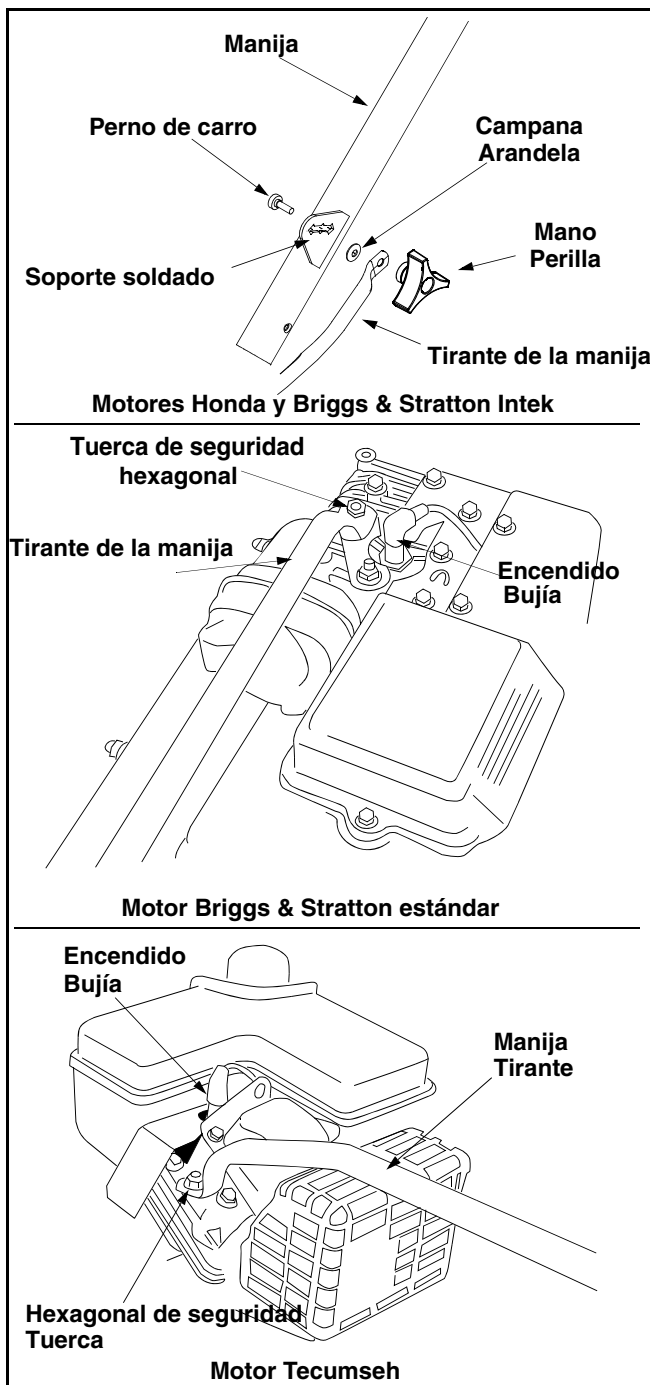

Figura 3
- Inserte el perno de carro a través del soporte soldado de la manija, la arandela campana, la traba de la manija, y dentro de la perilla de mano. Ajuste bien. Vea la Figura 3. **(Motores Honda y Briggs & Stratton Intek).**
- Retire la tuerca de seguridad hexagonal de la parte superior del motor, justo a la izquierda de la bujía de encendido. Sujete el extremo curvo del tirante de la manija a la parte superior del motor, usando la tuerca de seguridad hexagonal que acaba de quitar. Ajuste bien. Vea la Figura 3. **(Motores Briggs & Stratton estándar y Tecumseh).**